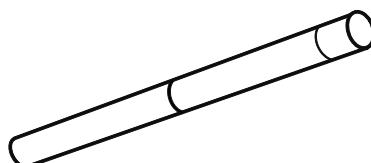

Fig. 6 – Conexión de los tubos de extensión
- Conecte los tubos de extensión. APV 1010 tiene 3 tubos de extensión, los otros modelos tienen 2 tubos de extensión (Fig. 6).